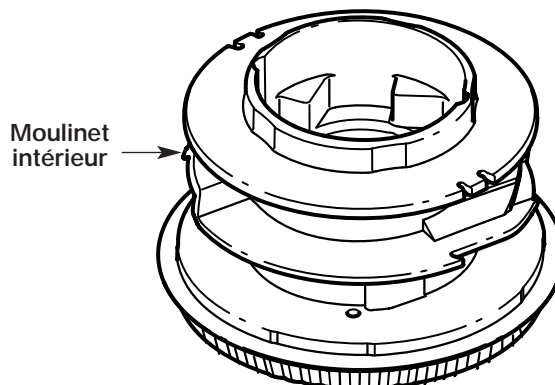

Figure 24
4. Retirez tout le fil du moulinet intérieur avant de nettoyer. Enlevez tout débris ou trace d'herbe du bouton, du ressort, du moulinet et du joint en mousse. Lavez le moulinet intérieur avec de l'eau tiède savonneuse (Fig. 24).